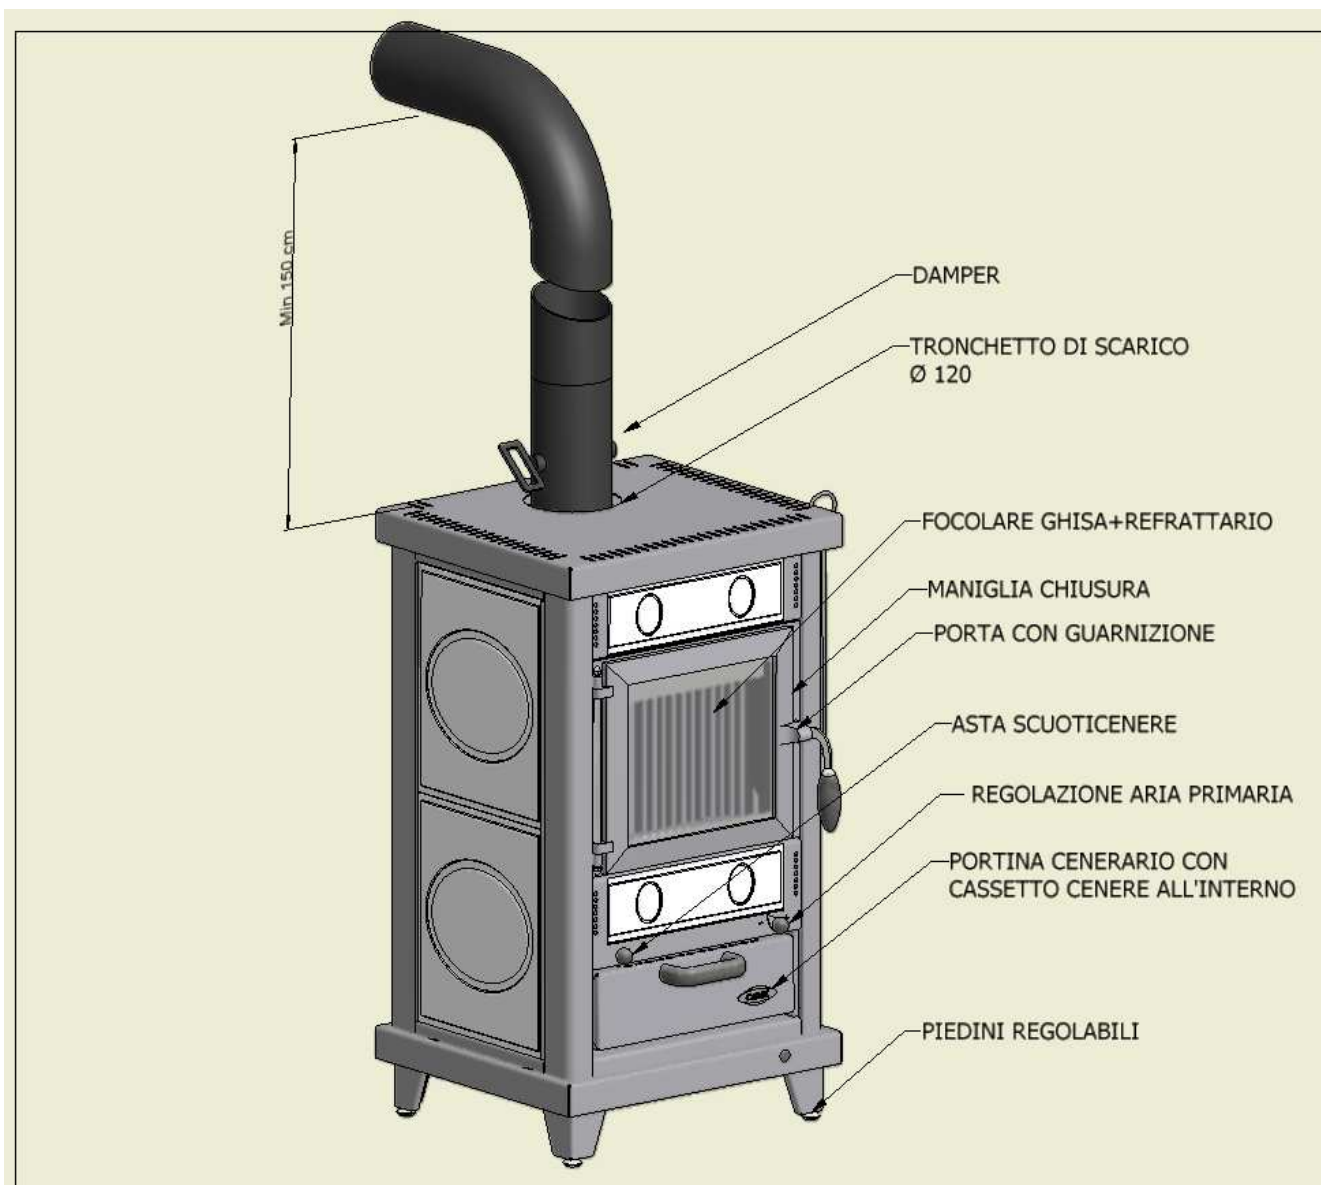

fig.11
L' accensione della legna avviene molto facilmente se l'installazione e' corretta e la canna fumaria efficiente. L'operazione si effettua come segue: aprire al massimo le valvole di entrata dell'aria primaria (Fig.11); introdurre nel focolare carta appallottolata o apposite tavolette accendifuoco e legnetta stagionata; dopo l'accensione della legnetta introdurre la legna da ardere, in pezzatura media (massima lunghezza 20-30cm in base alla tipologia del focolare) ben stagionata e chiudere la porta fuoco . **ATTENZIONE non** usare liquidi infiammabili durante l'accensione (Alcool, benzina, petrolio, ecc.). **Importante** Alla prima accensione e' opportuno, per almeno 4-5 ore, mantenere un fuoco lento per permettere ai materiali di cui e' costituita la caldaia e il focolare di assestare le sollecitazioni elastiche interne, si evitano cosi' danni permanenti alle stesse, questa operazione va ripetuta per almeno 3-4 volte. I residui grassi di lavorazione, durante i primi minuti di funzionamento possono produrre odori e fumo, si consiglia una ventilazione dell' ambiente. Per un miglior rendimento, appena si presenta una fiamma viva si consiglia di chiudere la valvola aria primaria al minimo (vedi marchiatura -/+), cio' comporta il massimo di rendimento (resa nominale) con il minor consumo di combustibile
Per una buona combustione prima della riaccensione rimuovere la cenere rimasta sulla griglia scuotendola per farla scendere nel cassetto cenere. La cenere se abbondante ostruisce il passaggio di aria primaria , fondamentale per una buona combustione. Il cassetto cenere se pieno va svuotato facendo attenzione alle ceneri calde. Le ceneri vanno poste in un contenitore metallico con coperchio a tenuta, lo stesso contenitore non deve mai venire a contatto con materiali combustibili (esempio appoggiato sopra un pavimento in legno) poiche' la cenere all'interno mantiene a lungo la brace accesa. Solo quando la cenere e' spenta si puo' gettarla nei rifiuti organici o utilizzarla come fertilizzante per le piante. Pulire da eventuali residui di cenere anche il vano cenerario (fig.11).
7.3 RICAMBI (Vedi fig.11, 14)